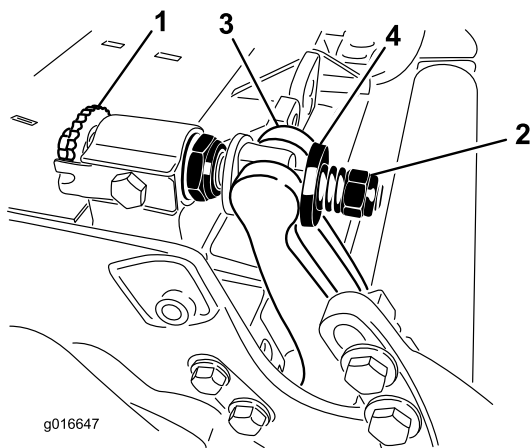

Рисунок 28
1. Поворачивайте регулировочные винты планки неподвижного ножа против часовой стрелки, чтобы отодвинуть неподвижный нож от барабана (**Рисунок 28**).
2. Отвинчивайте гайку натяжения пружины до тех пор, пока шайба больше не будет нажимать на планку неподвижного ножа (**Рисунок 28**).